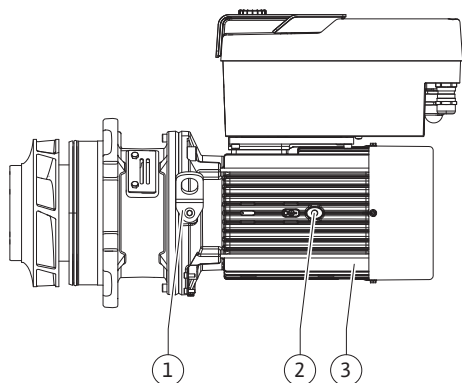

Fig. 107: Vtični komplet
13. Vtični komplet (glejte Fig. 107) vstavite v ohišje črpalke pod prejšnjim ali drugim želenim kotom. Pri tem upoštevajte dopusten vgradni položaj komponent (glejte poglavje »Dovoljeni vgradni položaji in spremembe razporeditve komponent pred vgradnjo« [► 24]).